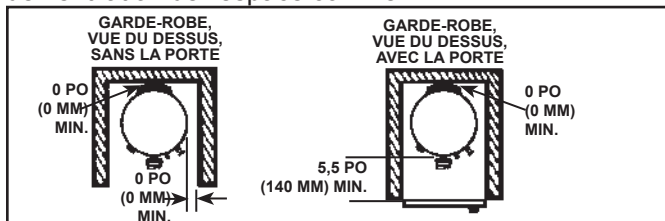
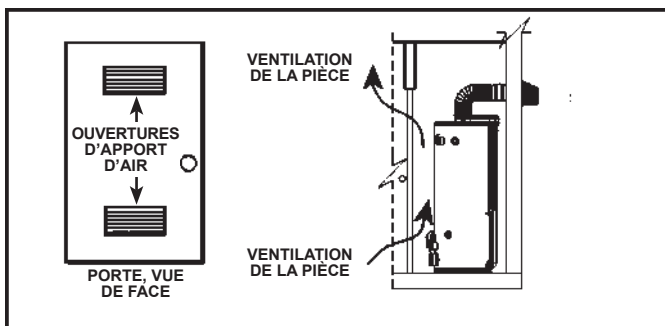

Figure 6
Figure 7
4. Veuillez choisir avec attention l'emplacement d'installation du chauffe-eau. Il est très important que le système de ventilation soit correctement installé, afin de prévenir tout décès causé par un empoisonnement au monoxyde de carbone ou par un incendie (voir Figure 6). Assurez-vous que l'emplacement d'installation du chauffe-eau est conforme aux directives de la section “Choix de l'emplacement du nouveau chauffe-eau” du présent manuel.
Lors d'une installation dans un espace confiné (ex.: placard), il est recommandé de ventiler l'espace confiné afin de minimiser l'accumulation de chaleur près du chauffe-eau. Figure 6 et Figure 7 illustrent des moyens de ventilation de l'espace confiné.
Si les distances minimales de dégagement indiquées sur la plaque signalétique du chauffe-eau sont différentes des distances minimales de dégagement indiquées ci-dessus, installez le chauffe-eau selon les distances minimales de dégagement de la plaque signalétique (voir Figure 6).